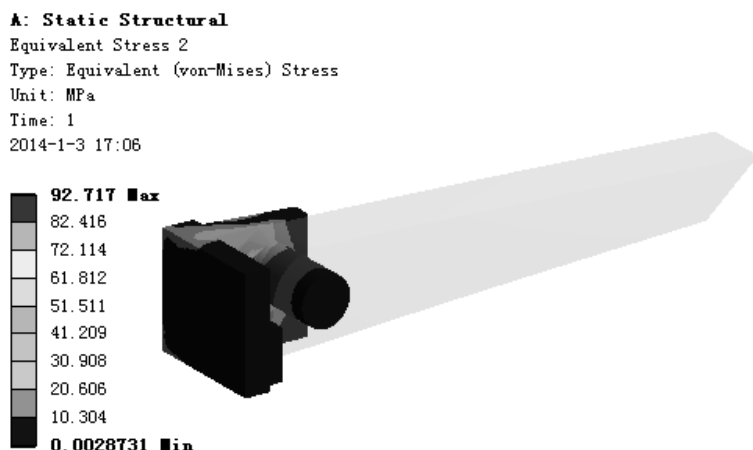

图 7.6.75 应力结果图解 (support)
(4) 查看 support 应力结果图解。在“Outline”窗口中选中  Equivalent Stress 2，查看图 7.6.75 所示的零件 support 的应力结果，其最小应力为 0.0028731 MPa，其最大应力为 92.717MPa。